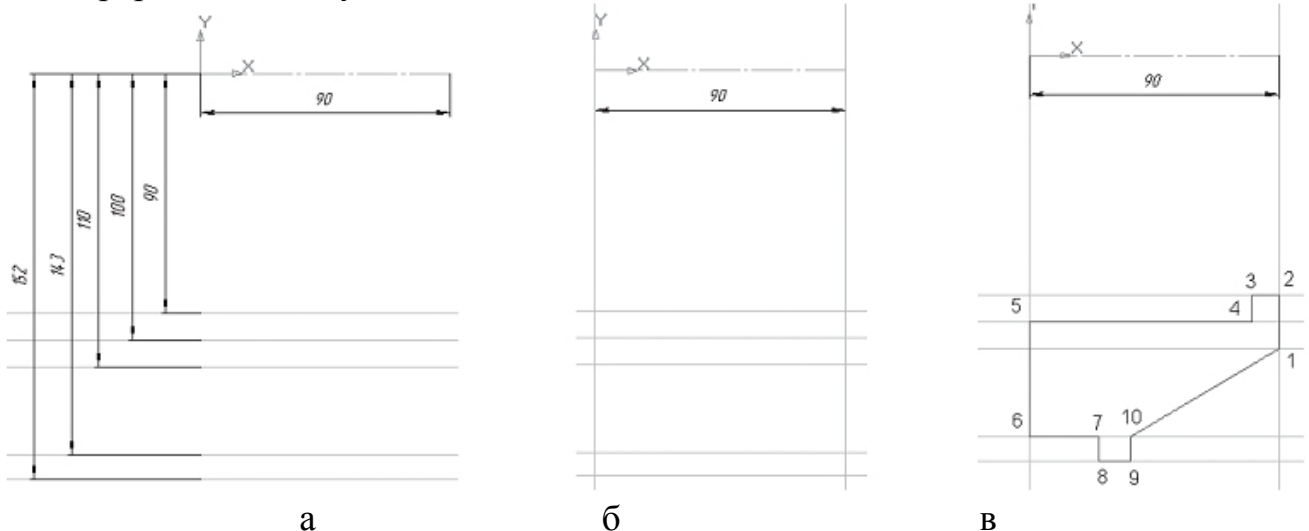

Рис. 7.5.
- аналогічним чином побудуйте прямі лінії на відстані 100 мм ($\varnothing = 200$), 110 мм ($\varnothing = 220$), 143 мм ($\varnothing = 286$) і 152 мм ($\varnothing = 304$) – рис. 7.5, а;
**Паралельна пряма** (рис. 7.5, б);
відключіть ортогональне креслення і з'єднайте точки 10 і 1 (рис. 7.5, в).